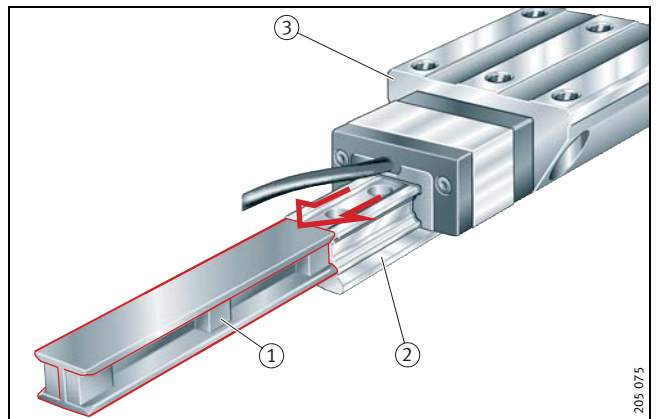
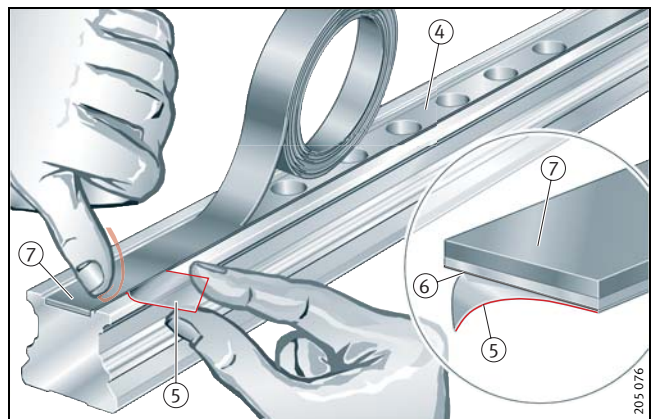

Bild 11 • Führungswagen von der Schiene schieben
Bild 12 • Magnetband einkleben
- Schutzschiene ① an die Führungsschiene ② drücken (Bild 11).
- Führungswagen ③ vorsichtig auf die Schutzschiene ① schieben.
- Befestigungsfläche in der Schienennut ④ sorgfältig reinigen; siehe dazu Seite 6, Hinweise zum Verkleben der Magnet- und Abdeckbänder.
- Schutzfolie ⑤ des Klebebandes ⑥ am Magnetband ⑦ kontinuierlich mit fortschreitendem Aufkleben entfernen (Bild 12).
- Magnetband ⑦ aufkleben (siehe dazu Seite 6, *Hinweise zum Verkleben der Magnet- und Abdeckbänder*, siehe Bild 12).